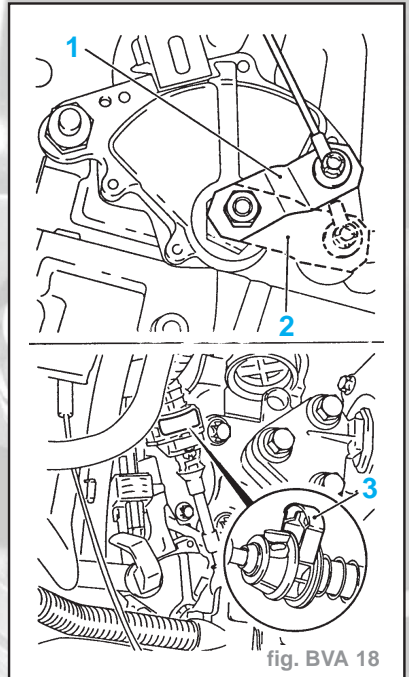

fig. BVA 18
- Contrôler le réglage du câble du levier de sélection, placer le levier de sélection sur les différentes positions **P, R, N, D, 3, 2, 1**, l'une après l'autre. Ne pas oublier d'appuyer à chaque fois sur le bouton de déblocage. Le levier de sélection de boîte de vitesses doit s'enclencher à chaque fois : **"P"** (position avancée) (**2**), **R, N (1), D, 3, 2, 1** (fig BVA. 18).